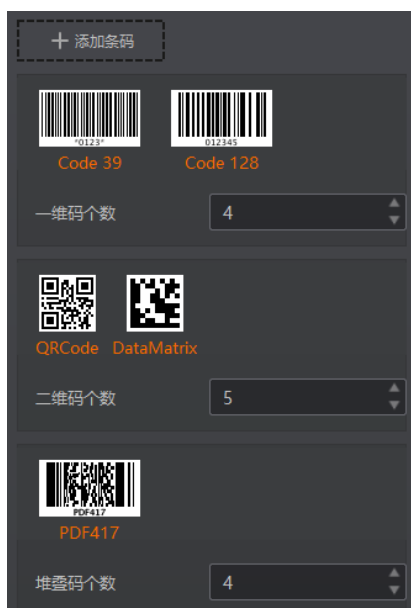

图4-28 选择条码码制
2. 选择设备需要读取条码的码制，可多选。此时算法配置界面显示已选择的码制，如图 4-28 所示。选择的码制越多，算法处理每张图片的耗时将增加，建议根据实际需求选择对应的码制，以达到最佳效果。